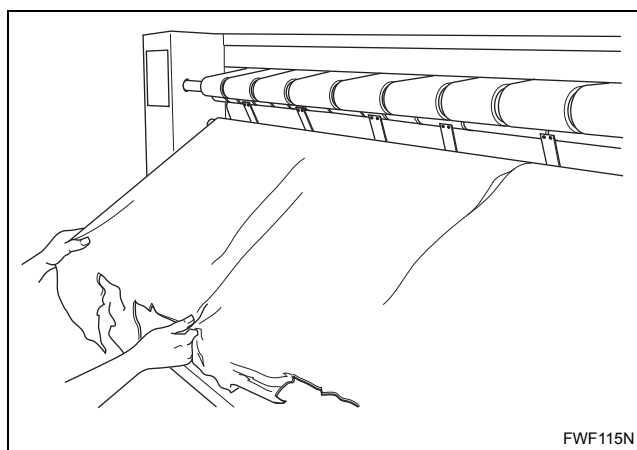

Figura 14
e. Rimuovere completamente la carta di protezione. Consultare la *Figura 14*.